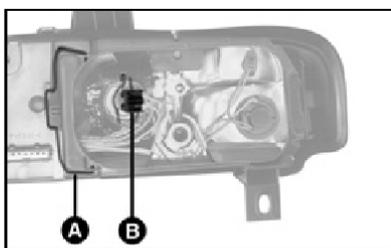
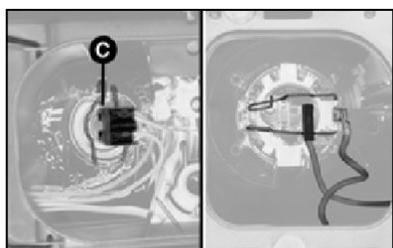

fig. 17
fig. 18
1) remover a tampa plástica para ter acesso às lâmpadas deslocando a trava **A-fig. 17**;
2) soltar o conector **B-fig. 17** de alimentação da lâmpada;
3) retirar o porta-lâmpada pressionando as presilhas **C-fig. 18** abrindo-as lateralmente;
6) reenganchar a presilha de fixação **C-fig. 18** e reconectar a lâmpada, colocando por último a tampa plástica **A-fig. 17**;